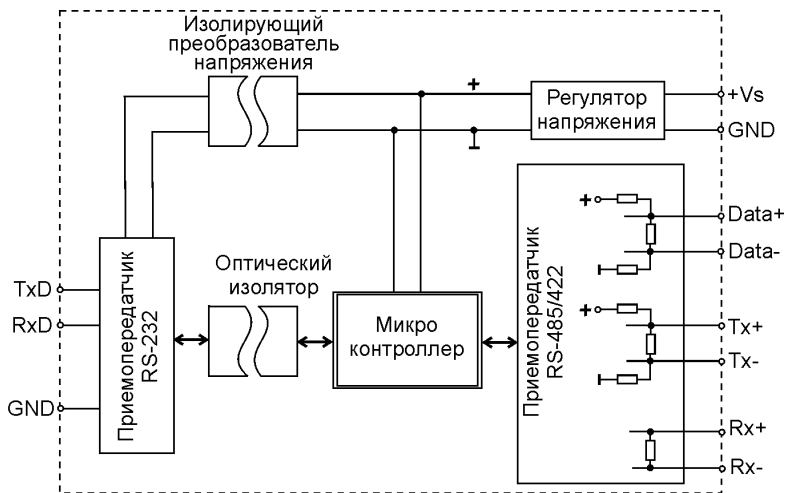

Рис. 3.1. Структурная схема модуля NL-232C
- содержат встроенные резисторы для согласования драйвера с кабелем с волновым сопротивлением 120 Ом и для устранения состояния неопределенности линии передачи (см. рис. 3.1);
Основной частью устройства (рис. 3.1) является микроконтроллер, который автоматически определяет направление и скорость передачи сигнала, а также выполняет преобразование интерфейса RS-232 в RS-485 и RS-422.